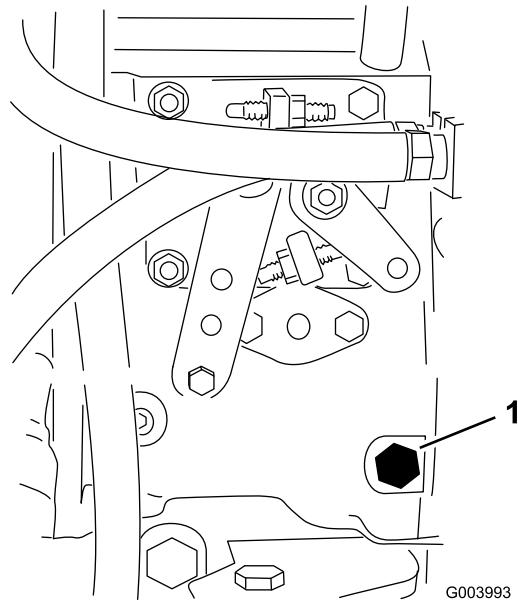

図 39
3. 燃料噴射ポンプ（図 39）についているエア抜きネジを、12 mmのレンチを使って開く。